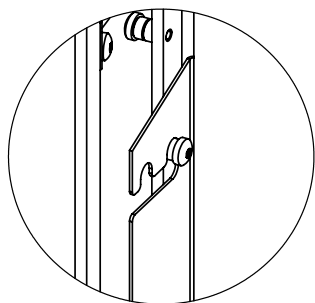

Figure 34: Installation pour contour régulier.
2. Dans le cas du panneau à 3 côtés, accrochez le contour sur les crochets appropriés, en fonction de l'option du contour qui sera utilisé avec le panneau sur mesure. Voir les figures 34 et 35.